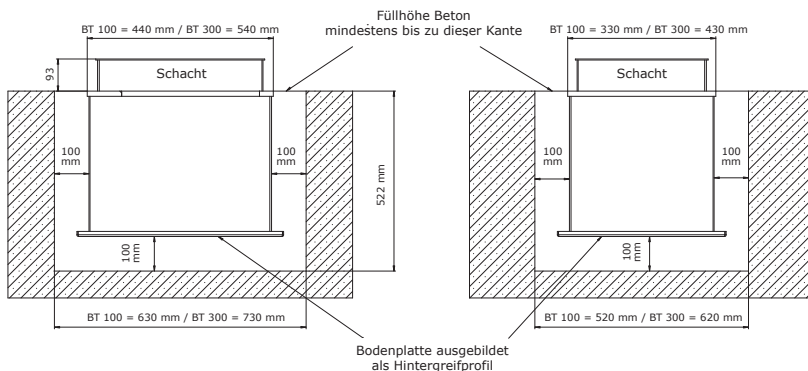

Bild 1: Bodenöffnung für Boden Einbautresore
- Da der Bodentresor allseitig von einer mindestens 100 mm dicken Betonschicht umgeben sein soll, muss die Aussparung im Boden rundum mindestens 100 mm größer sein, als die Außenmaße des Tresors (siehe hierzu Bild 1).